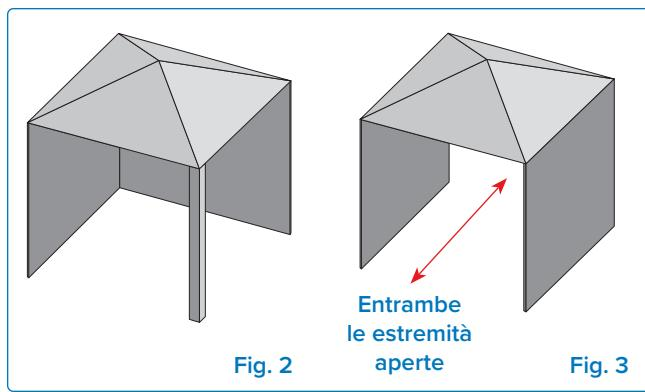

Fig. 2
- » Le pareti laterali possono essere parallele, come in un corridoio, o ad angolo retto tra loro. (**Fig. 2 e Fig. 3**).